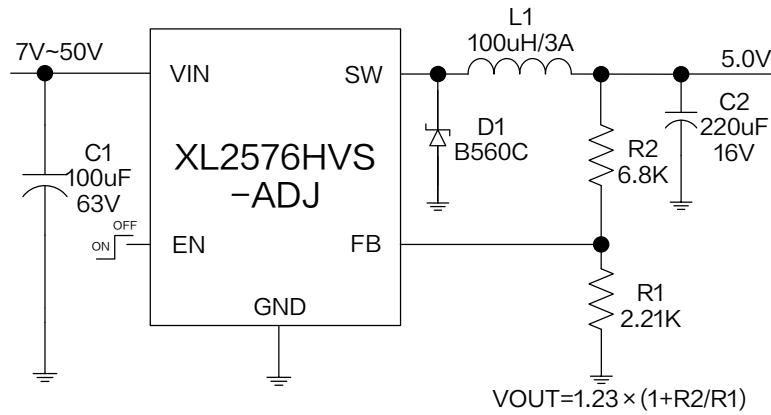
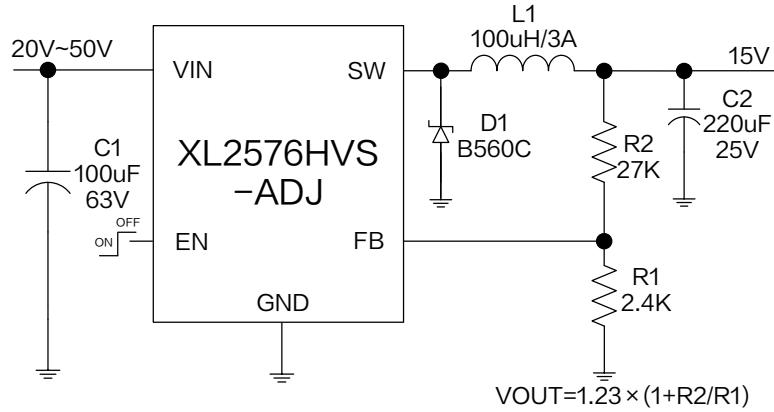

图 4. XL2576HVS-ADJ 系统参数测量电路 (  $V_{OUT}=5.0V$  )
图 6. XL2576HVS-ADJ 系统参数测量电路 (  $V_{OUT}=15V$  )
**XL2576HVS-ADJ 电气特性** $T_A = 25^\circ\text{C}$ ; 图4与图6系统参数测量电路, 除非特别说明。
$T_A = 25^\circ\text{C}$ ,  $V_{IN} = 12\text{V}$ ,  $V_{EN} = 0\text{V}$ , 图4系统参数测量电路, 除非特别说明。